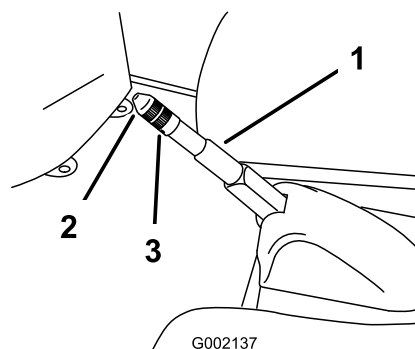

Figura 36
2. Desaperte o parafuso de afinação que fixa o manípulo à alavanca do travão de mão (Figura 36).